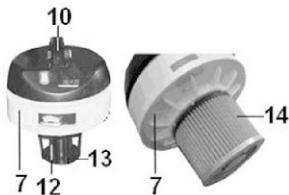

Рис.3
Аккуратно снимите с корпуса фильтра (13) складчатый бумажный фильтр (14) или фильтр полиуретановый (15) (Рис.3,4) и очистите их от пыли и грязи;
- При необходимости осторожно продуйте снятый складчатый фильтр (14) сжатым воздухом изнутри наружу;
После любой очистки установите фильтры на место за ручку (10) правильно установите секцию электродвигателя (7) на бак (4) и заблокируйте два замка (11) (Рис.2). Следите за тем, чтобы поплавковый предохранительный клапан (12) (Рис.3) свободно перемещался в корпусе фильтра (13) и при установке секции электродвигателя (7) на бак (4) находился в нижней части корпуса фильтра (13).